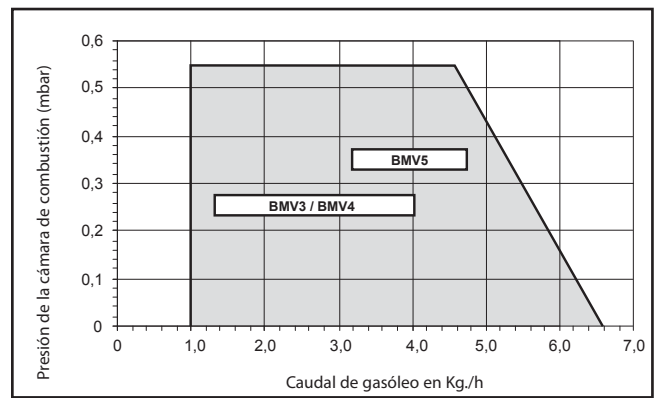

Figura 4
- En el gráfico puede verse que la presión de la cámara de combustión es una función del caudal de gasóleo del quemador (véase la figura 4).